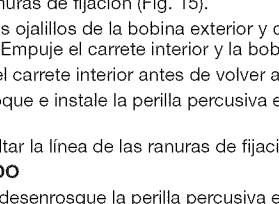

Fig. 18
- Gire la tapa y ubique el filtro de aire adentro. Saque el filtro de aire de adentro de la tapa del filtro de aire / silenciador (Fig. 18).
- Cambie el filtro de aire dentro de la tapa del filtro de aire / silenciador (Fig. 18).